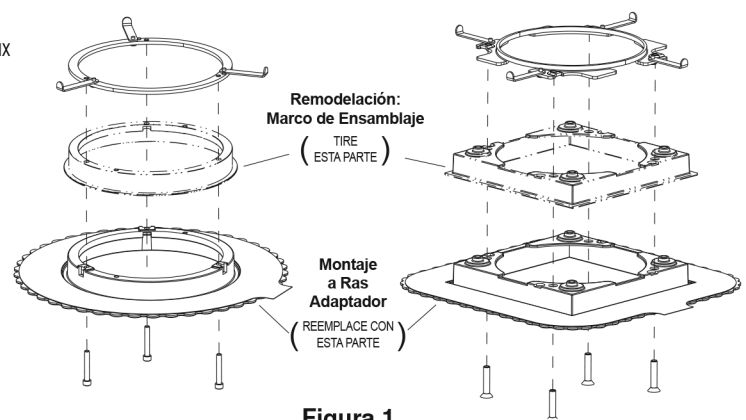

Figura 1
Paso 3. Cambie el marco del ensamblaje de remodelación con un adaptador de montaje a ras según Figura 1.